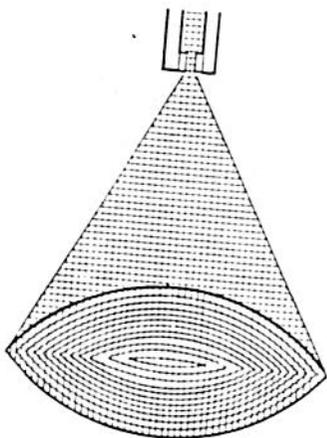

Fig. 12.—Esquema de una boquilla de cono vertical.
1.º) De cono vertical, en las que el líquido sale por un canal circular formando como un cono que recubre el suelo de la planta. Este cono puede achatarse, transformándose en una especie de abanico, como sucede en las boquillas más comunes (fig. 12).